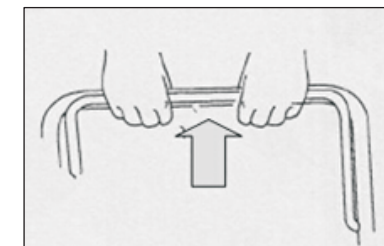

Fig. 2B
b) Debout derrière l'unité, saisissez la poignée de frein et maintenez-la contre la poignée supérieure. (Fig. 2B)